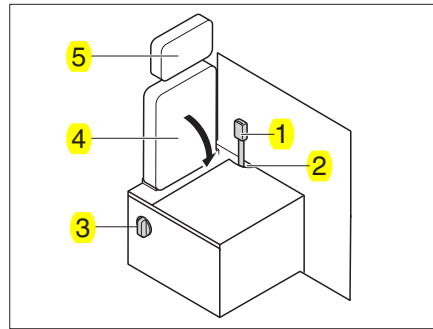

Bild 210 Umbau Fahrbetrieb - Wohnbetrieb
- Kopfstütze (Bild 210,5) abbauen (siehe Kapitel 5.6).
- Gurtpeitsche (Bild 210,1) in die Öffnung (Bild 210,2) stecken.
- Drehhebel (Bild 210,3) betätigen und Sitzlehne (Bild 210,4) abklappen.
▷ Beim Umbau vom Wohnbetrieb zum Fahrbetrieb in umgekehrter Reihenfolge verfahren. Darauf achten, dass die Gurtpeitsche durch die Öffnung (Bild 210,2) geführt wird.